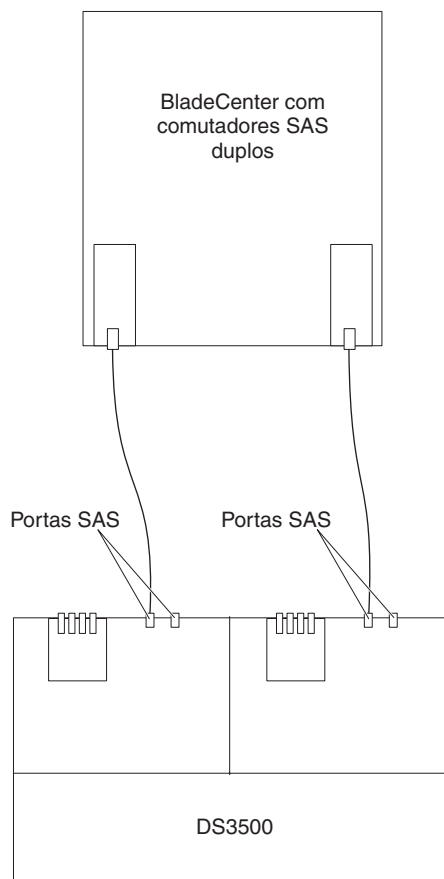

Figura 3-57. Exemplo de um DS3500 que está conectado a uma unidade BladeCenter
2. Para criar uma conexão de host redundante, conecte um cabo SAS de um segundo módulo de conectividade SAS a um conector do host no outro controlador no DS3500. Só é possível criar no máximo duas conexões de host redundantes em um DS3500 de controlador dual, sendo cada conexão a partir de um blade center com a porta do host do controlador DS3500 conforme mostrado na Figura 3-57 na página 3-47.
A Figura 3-57 na página 3-47 mostra um exemplo de um DS3500 que está conectado a uma unidade BladeCenter.